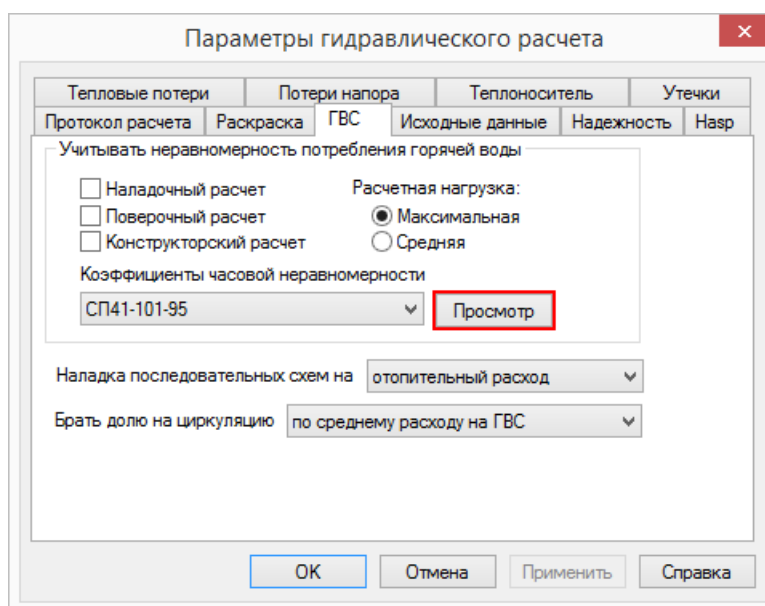

Рисунок 20.29. Диалог настройки расчетов. Вкладка «ГВС»
3. Далее нажмите кнопку Настройки, откроется диалог настройки расчетов для выбранного слоя (смотрите Рисунок 20.29, «Диалог настройки расчетов. Вкладка «ГВС»»).